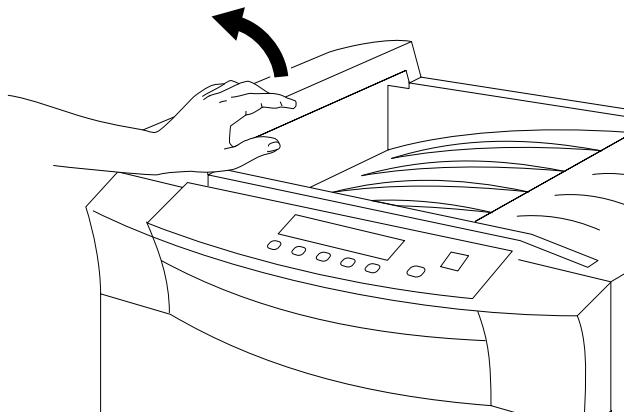

Abbildung 3-61 Öffnen der Abdeckung der Ausgabeeinheit
1. Klappen Sie die Abdeckung der Ausgabeeinheit wie in Abbildung 3-61 gezeigt auf.